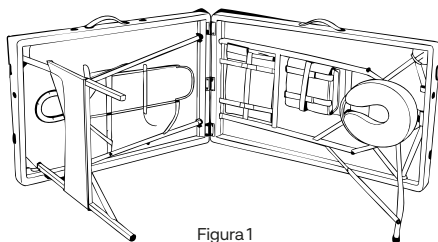

Figura 1
1. Coloque a Maca apoiada lateralmente em uma superfície plana. Destrave as fivelas de segurança, abra a maca parcialmente e remova todos os acessórios armazenados no interior (FIGURA 1).